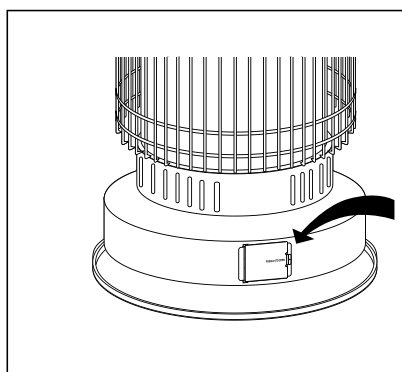

Рис. 15
**БАТАРЕЙКИ:** Возможно, батарейки разрядились. Замените (Рис.15).